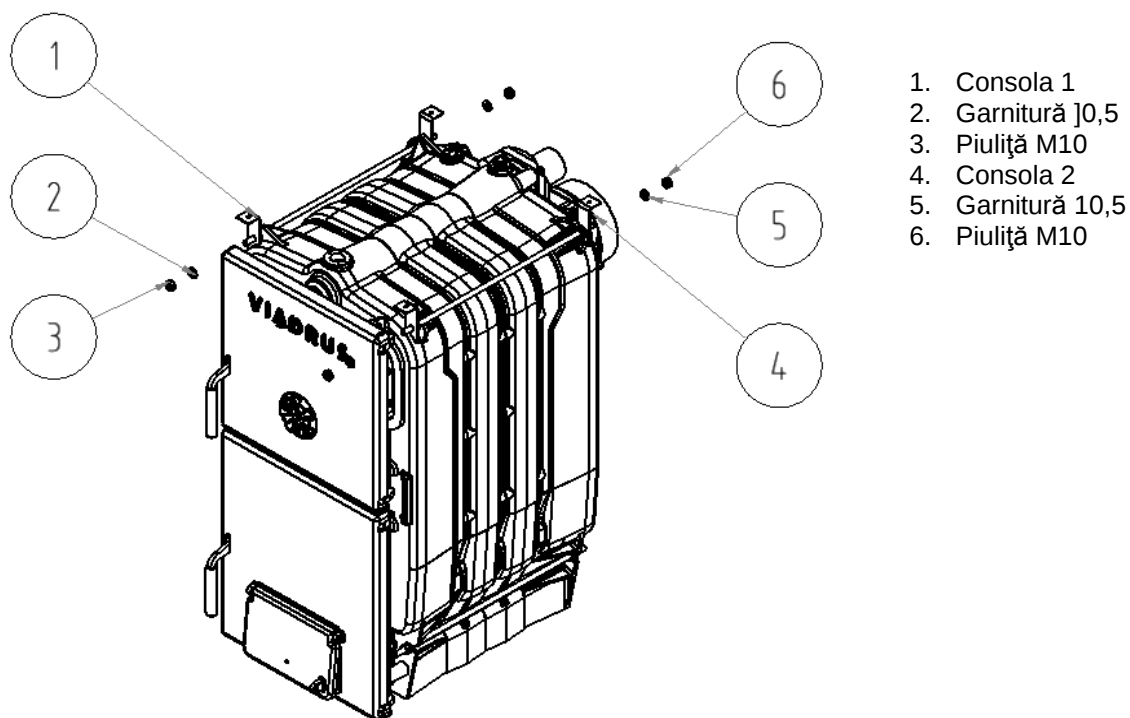

Fig. Nr. 16 Poziționarea consolelor pentru fixarea carcusei
2. Se poziționează consolele 1 (1) și 2 (4) pe filetul șurubului de ancorare din partea dreapta sus și se fixează utilizând cele două piulițe M10 (6) și cele două garnituri 10,5 (5) (vezi fig. nr. 16).
3. Se poziționează consolele 1 (1) și 2 (4) pe filetul șurubului de ancorare din partea stânga sus și se fixează utilizând cele două piulițe M10 (6) și cele două garnituri 10,5 (5) (vezi fig. nr. 16).